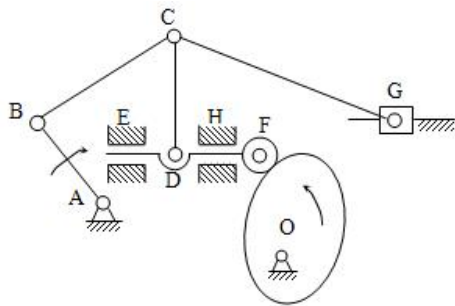
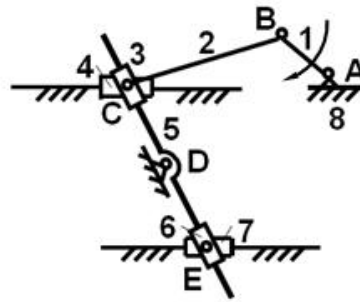

图 3
图 4
1、计算图 3 和图 4 所示机构的自由度，并判定其是否具有确定运动，（若有复合铰链、局部自由度和虚约束需明确指出，绘有箭头的构件为原动件）。